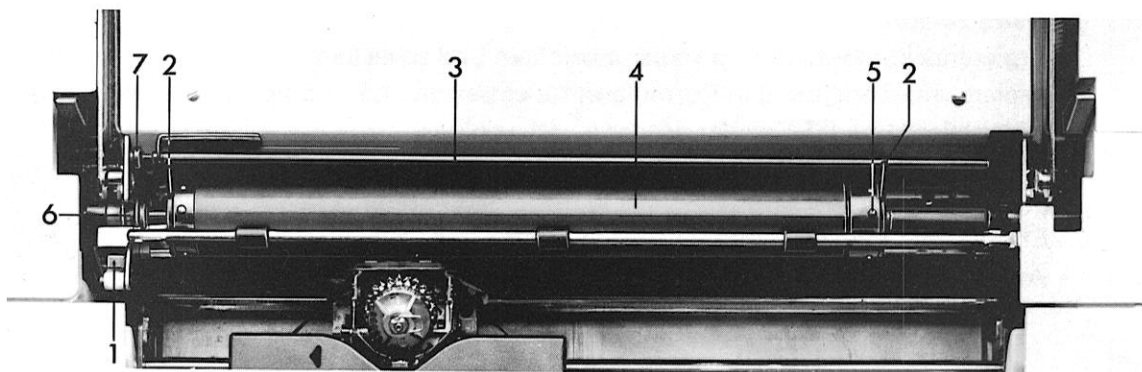

Abb. 11 Eingelegte Stachelwalze
- linken Klemmhebel 1) Abb. 11 der Walzenverriegelung drücken.
- das Formular mit den Führungslöchern gleichmäßig in die Transportstacheln 5) Abb. 11 einlegen.